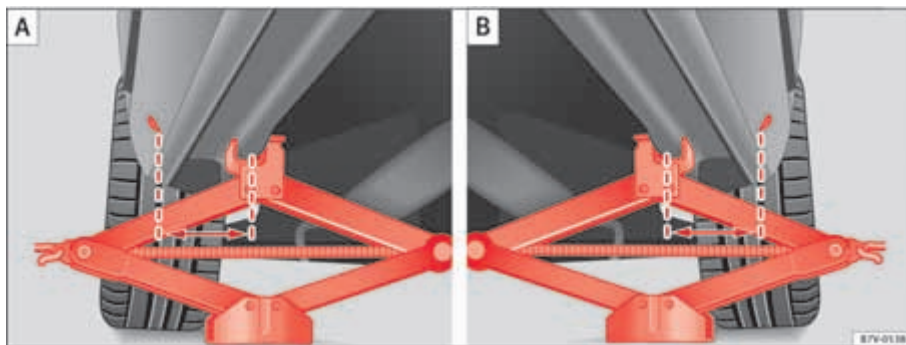

Abb. 181 **A**: Wagenheber vorn an der linken Fahrzeu-
befinden sich an Stegen, die **hinter** den vorderen Kanten liegen ⇒ Abb. 181. Es gilt der Aufnahmeort, der sich bei dem jeweiligen Rad befindet ⇒ ⚠️ ▶️
7. Sicherstellen, dass der Wagenheberfuß mit der ganzen Fläche sicher auf dem Boden steht und sich der Wagenheberfuß genau unter dem Ansetzpunkt ⇒ Seite 320, Abb. 181 befindet.
8. Den Wagenheber ausrichten und gleichzeitig die Wagenheberklaue weiter hochkurbeln, bis die Klaue den Steg unter dem Fahrzeug ⇒ Seite 320, Abb. 181 umfasst.
- Wagenheber nur an den beschriebenen Stellen ansetzen. Die Klaue des Wagenhebers muss den Steg des Unterholms sicher umfassen ⇒ Seite 320, Abb. 181.